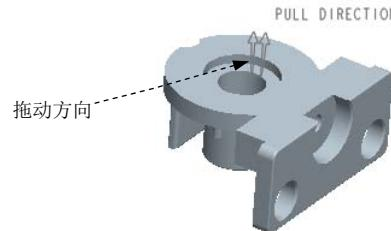

图14.3 调整模具坐标系后
(3) 旋转坐标系。在“参考模型方向”对话框的轴区域中选择Y轴作为旋转轴, 在值文本框中输入数值90。
(4) 在“参考模型方向”对话框中单击确定按钮; 在“布局”对话框中单击确定按钮; 在CAV LAYOUT(型腔布置)菜单中单击Done/Return(完成/返回)命令, 完成坐标系的调整, 结果如图14.3所示。